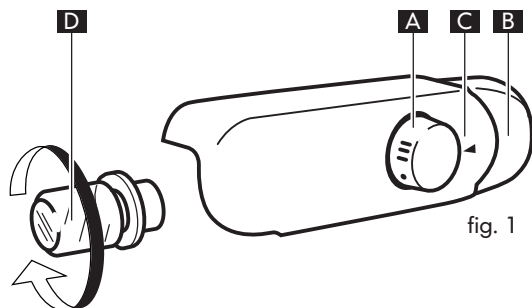

fig. 1
- Se oltre al termostato interno l'apparecchio presenta un pannello comandi esterno con una manopola di regolazione, le temperature dei due comparti devono essere regolate separatamente. In questo caso, la manopola del termostato all'interno del frigorifero serve per regolare esclusivamente la temperatura del comparto frigorifero (vedere Fig. 1), mentre il pannello comandi esterno viene utilizzato per regolare la temperatura del comparto congelatore.